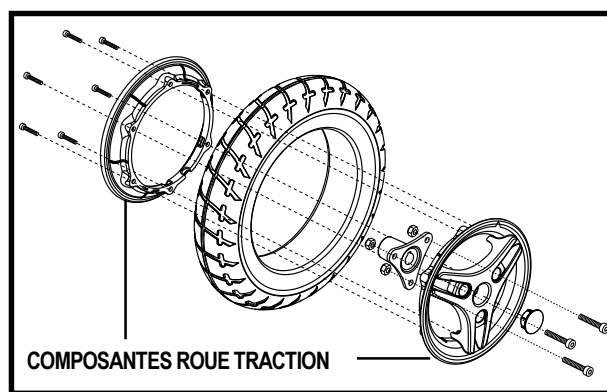

Figure 34. Roue de traction — vue explosée
7. Retirez les écrous et boulons qui fixe les composantes de la jante de roue ensemble. Voir la figure 34.